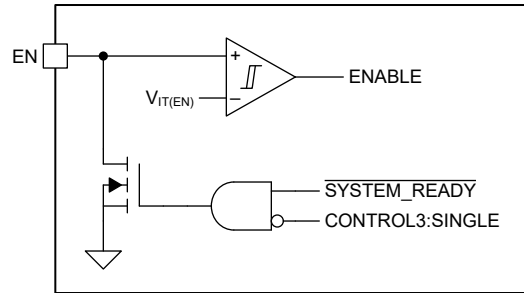

图 7-9. 使能功能方框图
使能 (EN) 引脚是双向引脚，具有两项功能。请参阅图 7-9：